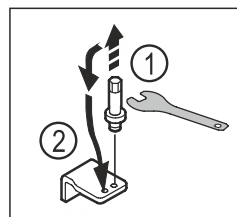

Fig. 13
- ▶ Отвийте болта на долната лагерна стойка с външен шесткантов ключ SW5. Fig. 13 (1)
- ▶ Поставете болта от другата страна. Fig. 13 (2)